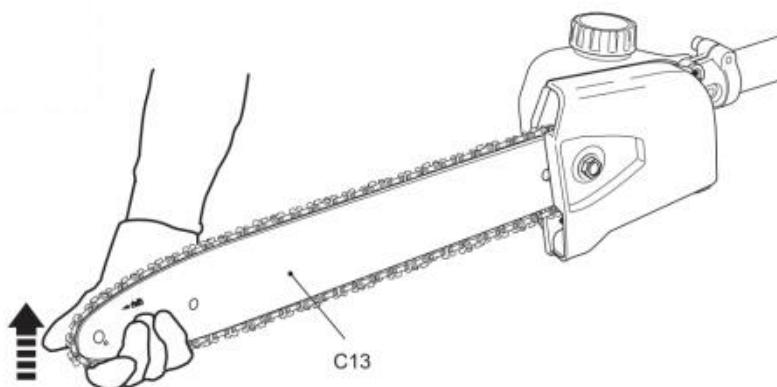

Fig. 13
- 2) Til het uiteinde van de geleidestang (C13) omhoog en houd het daar terwijl u de spanning aanpast (Fig. 13).